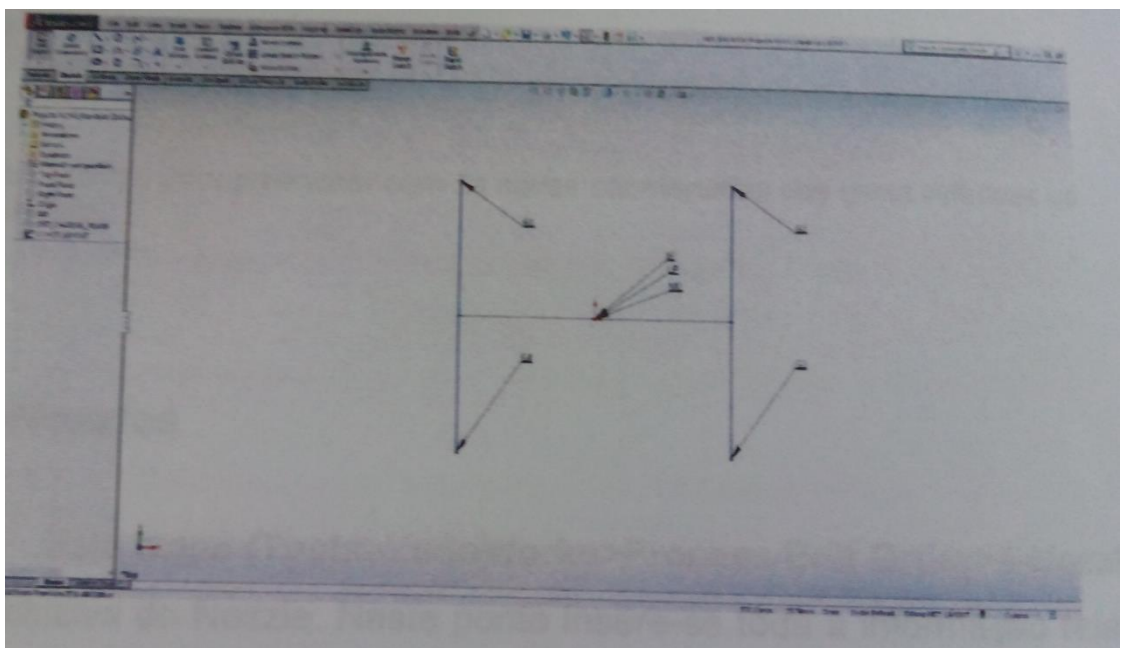

Figura 53- Sketch a representar a geometria dos canais do manifold
Conforme se representem irão ser apresentados os canais do *manifold*. Quando os gates e o ponto injetor (NL) são ligados através dos segmentos de reta. O *sketch* forma um tipo de *manifold* figura 53.